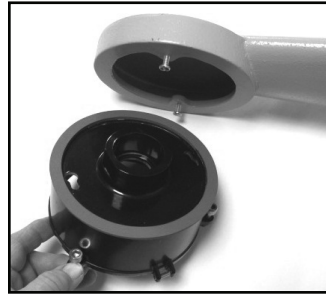

Figura 1.
3. Tire de los cables a través de la abertura central en la cubierta del adaptador. Deslice las ranuras de los orificios en la cubierta adaptadora VLHR sobre los (2) tornillos en el cabezal del montaje de pared (Figura 1.). Gire la cubierta VLHR y acomode ajuste ligeramente ambos tornillos. En el mismo orden, ejerza torsión sobre cada tornillo a 20 lb./pulg. (2,3 N-m).